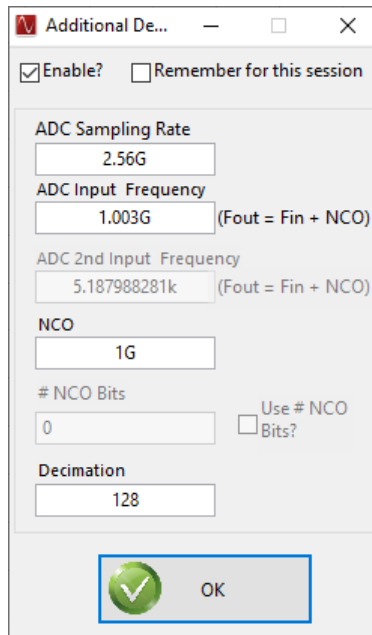

图 3-12. 附加器件参数，128x 复杂抽取
13. 选中标记 *Enable?* 的框，然后输入 图 3-12 中所示的参数。